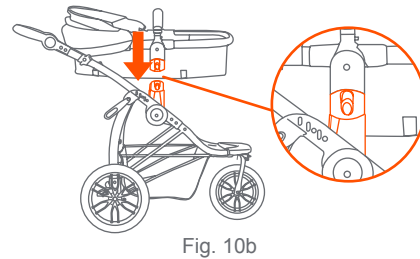

Fig. 10b
- Fixez le siège en alignant les dispositifs d'ancrage sur le côté du siège avec les dispositifs d'ancrage sur le cadre de la poussette et poussez-les ensemble jusqu'à ce qu'ils se mettent en place solidement avec un clic (Fig. 10b). Le siège d'auto peut être orienté vers l'avant ou vers l'arrière.